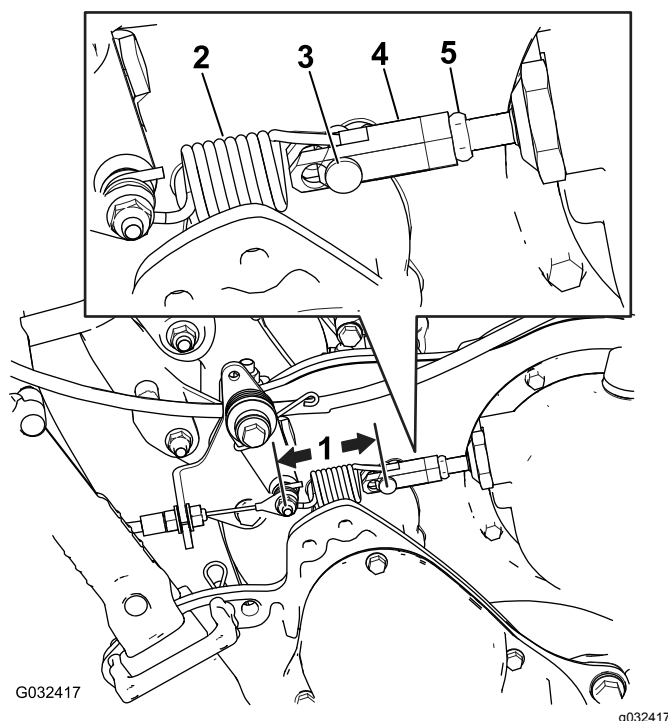

Figura 48
2. Misurate la distanza dal perno su ciascun'estremità della molla di comando della trazione (Figura 48); se non è compresa tra 7,3 e 7,6 cm, regolate la frizione in base ai passaggi sotto.
- B. Allentate il controdado sul tornichetto e rimuovete il perno con testa, scollegando la molla dal tornichetto (Figura 48).
- F. Misurate la distanza dal perno su ciascun'estremità della molla di comando della trazione (Figura 48); ripetete i passaggi da A a F fino a quando non è compresa tra 7,3 e 7,6 cm.